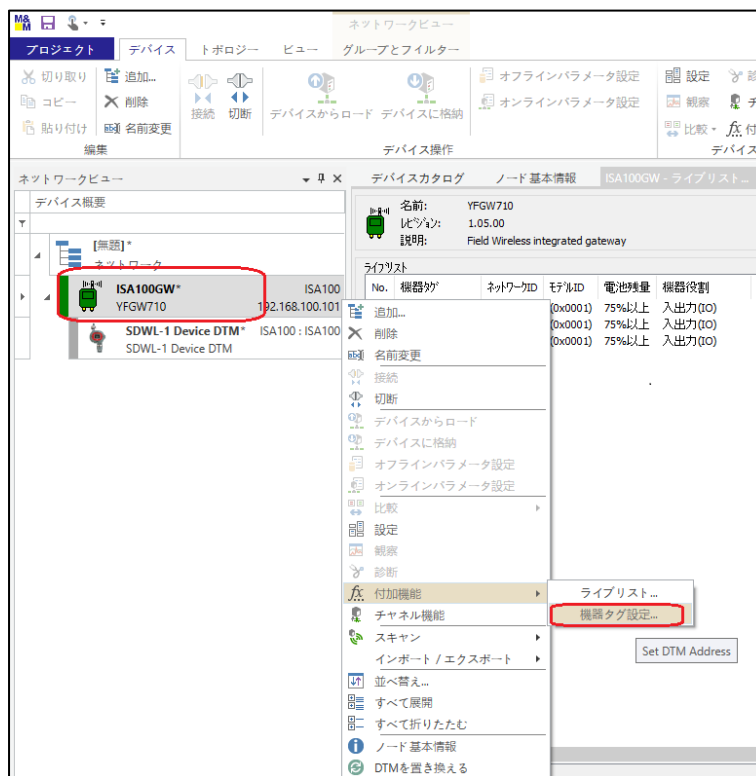

図 5-47 機器タグ設定メニューの選択
- ⑨ 次にメイン画面左のツリーメニュー⇒ISA100GW で右クリックにて「機器タグ設定」を選択します。(図 5-47)